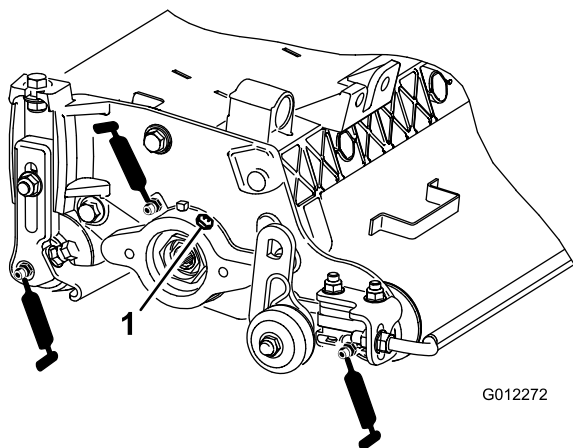

Figura 8
Ogni verticutter è dotato di 6 raccordi per ingrassaggio (Figura 8) che devono essere lubrificati a intervalli settimanali con grasso universale n. 2 a base di litio.
2. Applicate il grasso fino a quando non vedete uscire grasso pulito dalle guarnizioni dei rulli e dalla valvola di sfogo dei cuscinetti (Figura 8).